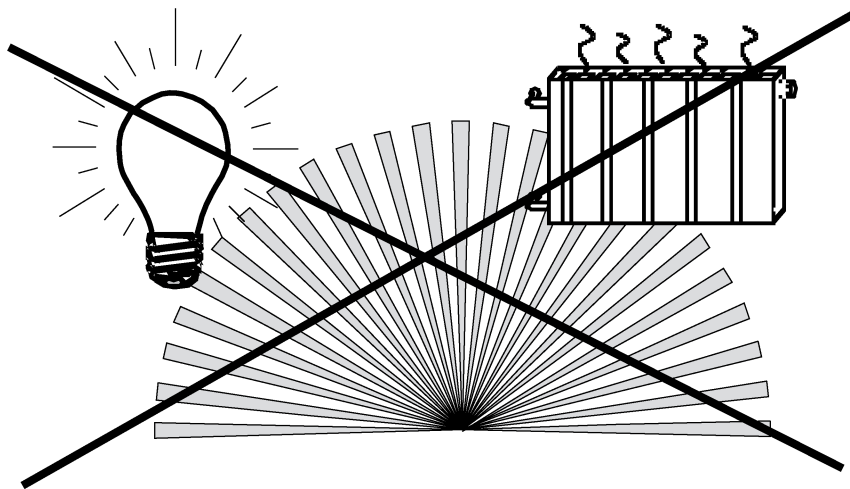

Figure 6
- Exclure toutes sources d'interférence, par ex. les lampes ou les chauffages, dans la zone de détection (figure 6) : choisir le lieu de montage le mieux adapté ou utiliser un cache à monter (voir le chapitre « Délimiter la zone de détection »).